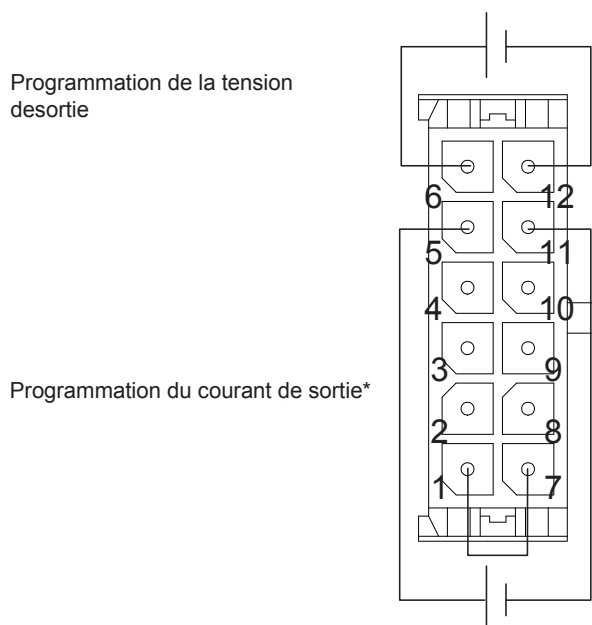

Fig.6-1: Connexion de J1 pour programmation par une tension
1. Pour configurer une programmation analogique par une tension voir Fig.6-1.